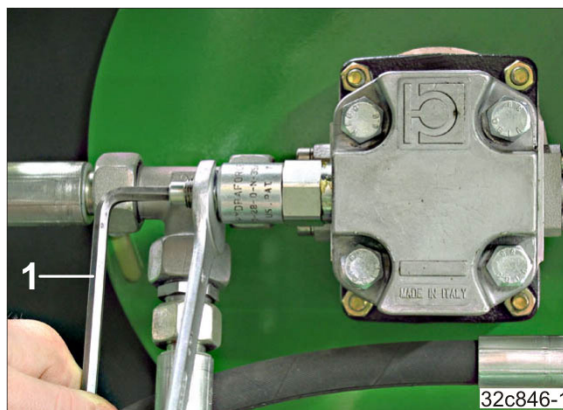

Fig. 222
1. Løsn kontramøtrikken (Fig. 222).
2. Indstil trykbegrænsningsventilen på det fabriksindstillede mål "21 mm" (Fig. 222).
- 2.1. Drej skruen tilsvarende med unbrakonøglen (Fig. 222/1).